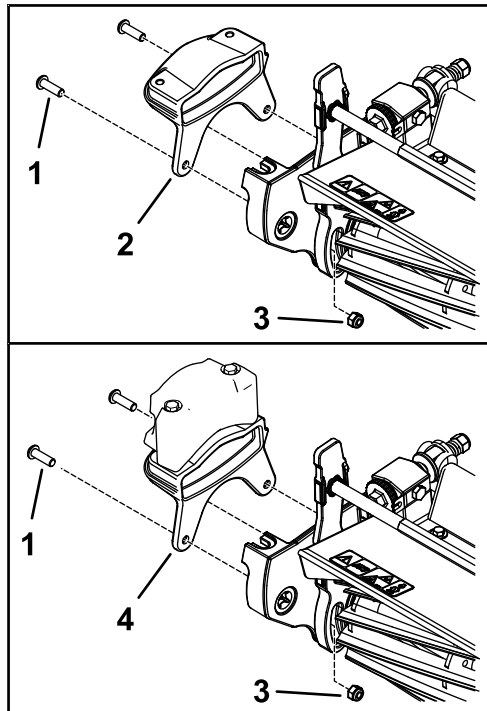

Bild 10
1. Befestigen Sie das neue Gewicht mit zwei Schrauben (5/16") und zwei Muttern (5/16") an der Seite der Schneideinheit, wie in **Bild 10** abgebildet.
4. Befestigen Sie den Groomerantrieb an der Spindelwelle (**Bild 10**).